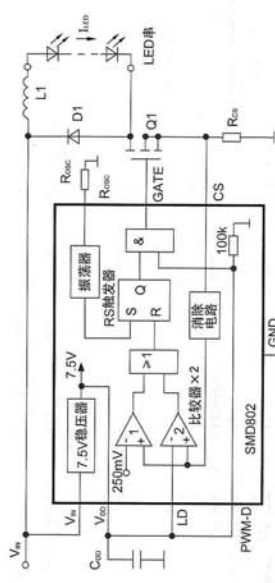
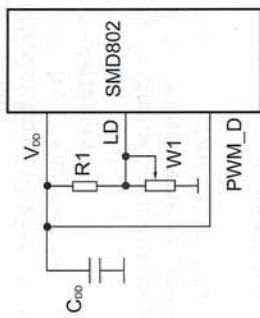

图 2
图 6
SMD802 的内部结构框图 (仅说明工作原理) 及外围元器件的电路如图 2 所示。图 2 输入的是直流电压, 若是要用市电供电, 则需要将 220V 交流经全波整流及滤波后再输入, 如图 3 所示, 即市电在全波整流后的直流电压 V_{DD} 接在图 2 的 V_{DD} 端。
在图 2 中, LD 端及 PWM-D 端都是接 V_{DD} 的, 即 LD 及 PWM-D 端都接高电平, 这电路的 LED 是不调光的。
1. LD 端加 $0\text{mV} \sim 250\text{mV}$ 直流电压, 实现调光, 如图 6 所示。R1 及电位器 W1 组成分压器, 调节 W1, 使 $V_{\text{LD}} = 0\text{mV} \sim 250\text{mV}$ (则可达到模拟调光的目的)。R1 及 W1 的电路中流过的电流要小于 1mA 。从图 2 中可看出: 若 $V_{\text{LD}} = 50\text{mV}$, 则 CS 端的电压略大于 50mV 时, 比较器 2 输出高电平, 使 RS 触发器复位, Q 输出低电平, GATE 输出低电平, Q1 截止, 流过 LED 串的平均电流就减小, 亮度减小, 达到调光的目的。